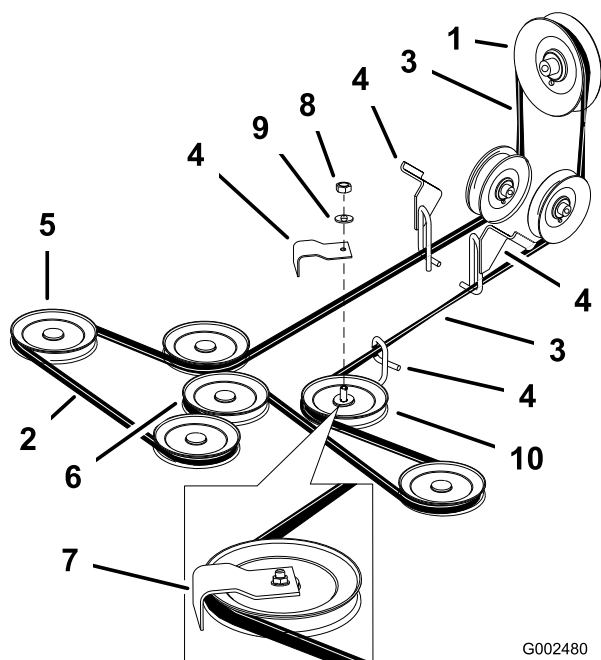

Figure 54
4. Desserrez l'écrou de fixation de la plaque du bras de tension et déplacez la plaque pour détendre la courroie sur la poulie de tension (Figure 54).
6. Dégagez la courroie de tablier de coupe des guides et enlevez-la (Figure 54).
7. Installez la courroie neuve autour des poulies d'axe et de la poulie de tension du tablier de coupe, dans les guides de courroie, dans l'ensemble bras de tension arrière et l'embrayage (Figure 54).
Remarque: Vérifiez le vrillage de la courroie entre les poulies. Il doit être conforme aux spécifications de la Figure 54.
Important: Vérifiez le vrillage de la courroie entre les poulies. Il doit être conforme aux spécifications de la Figure 54.